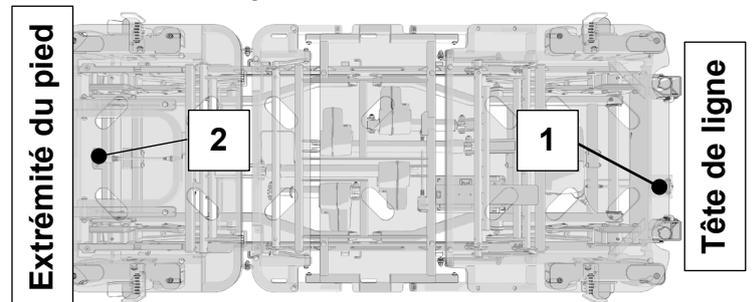

Figure 8.2
3. Proxima dispose de deux ports de connexion pour le combiné, un à l'extrémité du pied et un à l'extrémité de la tête, comme le montre la Figure 8.2. Proxima sera livré avec le combiné du patient connecté au port 1 et le combiné de l'accompagnateur connecté au port 2.